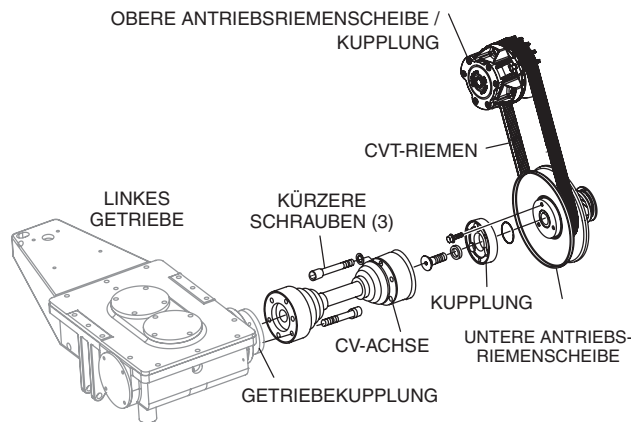

Abbildung 26. Linke CV-ACHSE entfernen
12. Trennen Sie die linksseitige CV-Achse vom linken Getriebe und der Kupplung der unteren Riemenscheibe. Siehe Abbildung 26.